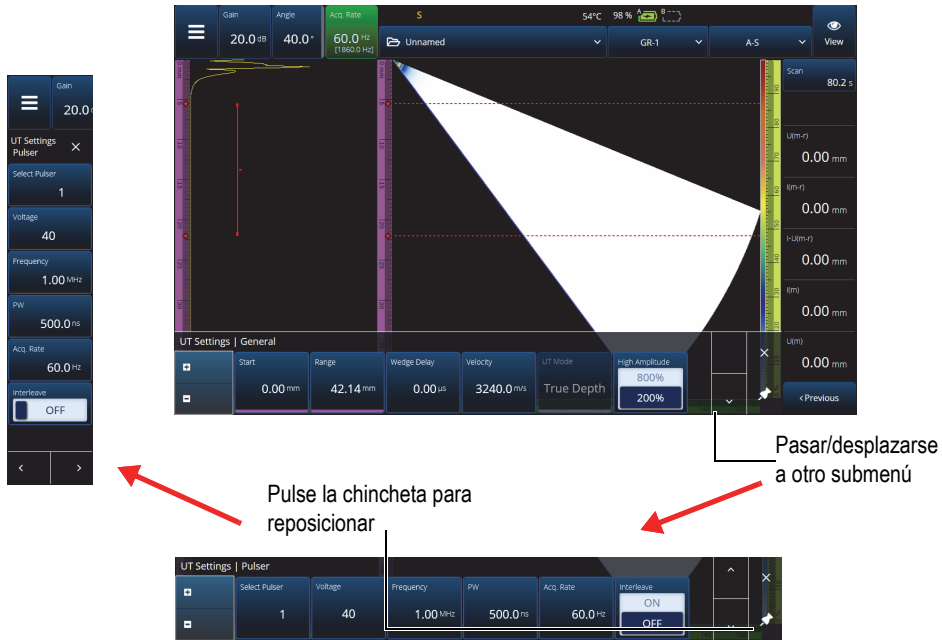

Figura 2-3 Desplazarse y reposicionar un submenú de parámetro
El menú aparece temporalmente de forma horizontal sobre el área de la pantalla de datos, con las selecciones de submenú a la derecha. Al ser seleccionado, el submenú de parámetros aparece sobre la pantalla de datos. Es posible desplazarse/pasar a otro submenú usando los botones de flecha (▲ ▼). El submenú puede ocultarse tocando el botón de cerrar (X), o puede anclarse/fijarse (📌) al lado de la pantalla (ver Figura 2-3 en la página 32).